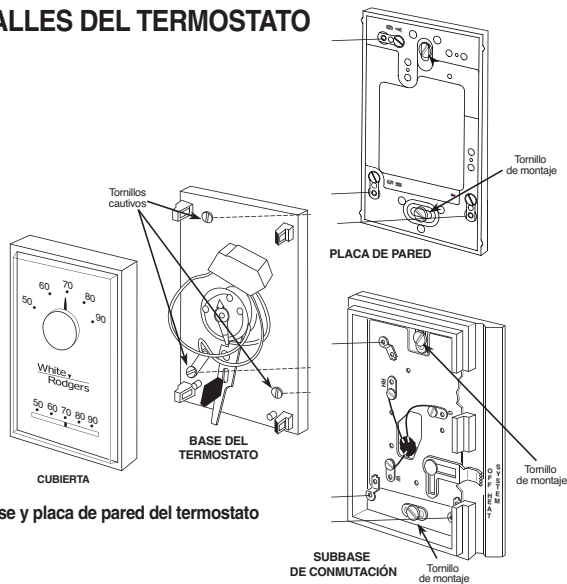

Figura 1. Subbase y placa de pared del termostato
- Monte la subbase de conmutación o placa de pared: Utilice los tornillos suministrados para montar la subbase o la placa de pared en la pared (vea la figura 1).
- Fije la base del termostato a la pared: Empuje con cuidado el cable que sobresale hacia el interior de la pared y tape el orificio con un material ignífugo (como aislamiento de fibra de vidrio) para evitar que las corrientes de aire afecten el funcionamiento del termostato. Monte la base del termostato a la subbase o placa de pared utilizando los tres tornillos cauticos de la base del termostato (vea la figura 1). Ajuste bien los tornillos. Continúe con el paso N°5.